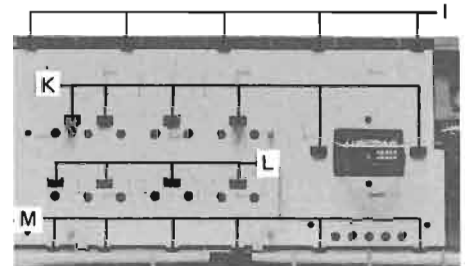

Fig. 2.8
2.9 Dépose du clavier et du plan de contacts (fig. 2.8)
- Défaites d'abord les cinq ressorts (I) du haut puis soulevez légèrement le circuit imprimé.
- Défaites les six ressort (K).
- Défaites les quatre ressorts (L)
- Défaites les six ressorts (M).